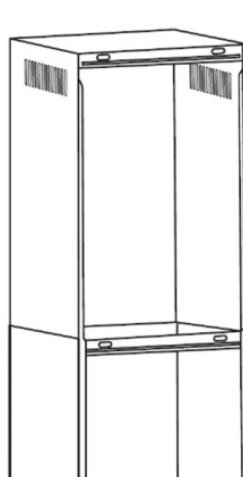

Fig. 1
21. Die äußere und innere Kaminblende in die Halterungen einhängen (Fig. 1).